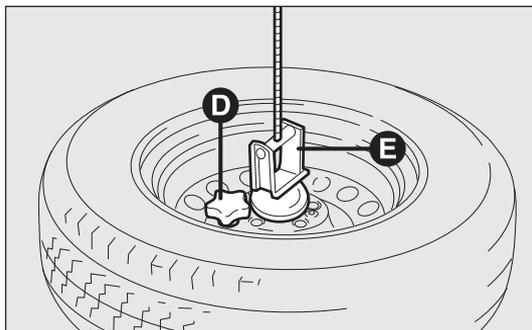

Abb. 170
- schrauben Sie den Halteknopf D-Abb. 170 und befreien Sie das Rad, indem Sie es aus der Halterung E herausziehen.
- das ausgewechselte Rad nehmen, an der Halterung E-Abb. 170 befestigen und den Knopf D festziehen;